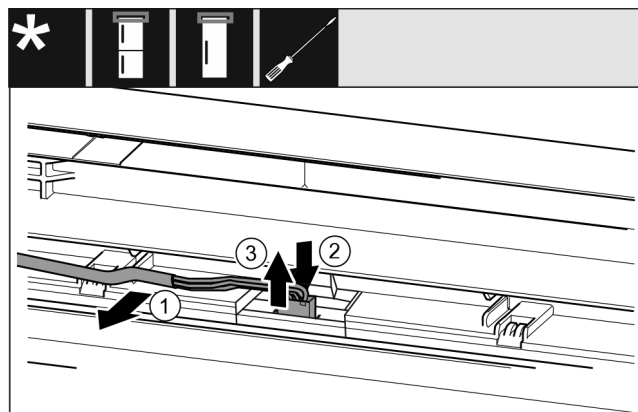

Fig. 20
- ▶ Обережно витягніть сірий кабель з направляючої в дверцятах. Fig. 20 (1)
- ▶ Притисніть назад накладку за штекером. Fig. 20 (2)
- ▶ Обережно витягніть штекер рухом вгору. Fig. 20 (3)